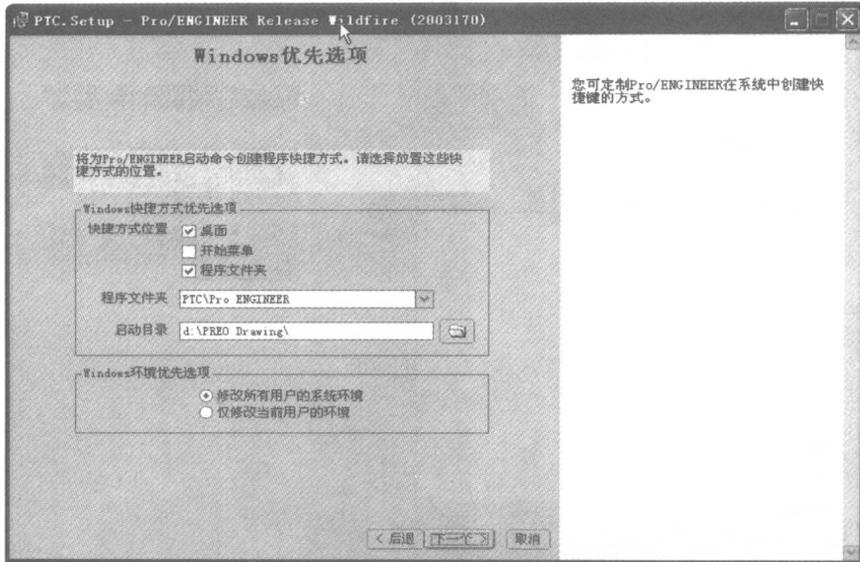

图 1-20
Step 7 在出现的如图 1-20 所示的“Windows 优先选项”对话框中。选择 Windows 快捷方式优先选项，选择快捷方式位置，程序文件夹和启动目录以及 Windows 环境优先选项。